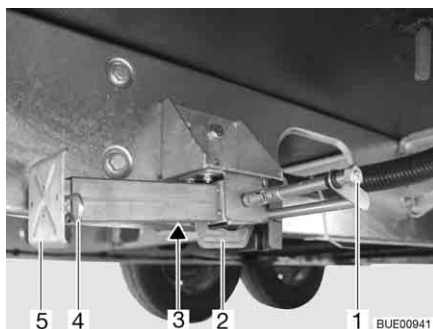

Fig. 24 Vérin stabilisateur
- Placer la clé à pipe sur l'écrou à six pans (Fig. 24,1) et tourner jusqu'à ce que le vérin stabilisateur soit en position verticale vers le bas.
- Lorsque la longueur des vérins stabilisateurs est réglable, faire sortir la goupille (Fig. 24,4) de la rallonge du pied d'appui (Fig. 24,5).
- Placer la clé à pipe sur l'écrou à six pans (Fig. 24,1) et tourner jusqu'à ce que le vérin stabilisateur se dégage du sol.
- Rentrer complètement la rallonge du pied d'appui (Fig. 24,5) et insérer la goupille (Fig. 24,4) dans le trou prévu à cet effet.
- Tourner l'écrou à six pans (Fig. 24,1) jusqu'à ce que les vérins stabilisateurs soient pivotés vers le haut et que la glissière (Fig. 24,2) soit arrivée complètement à l'extrémité de la fente (Fig. 24,3).